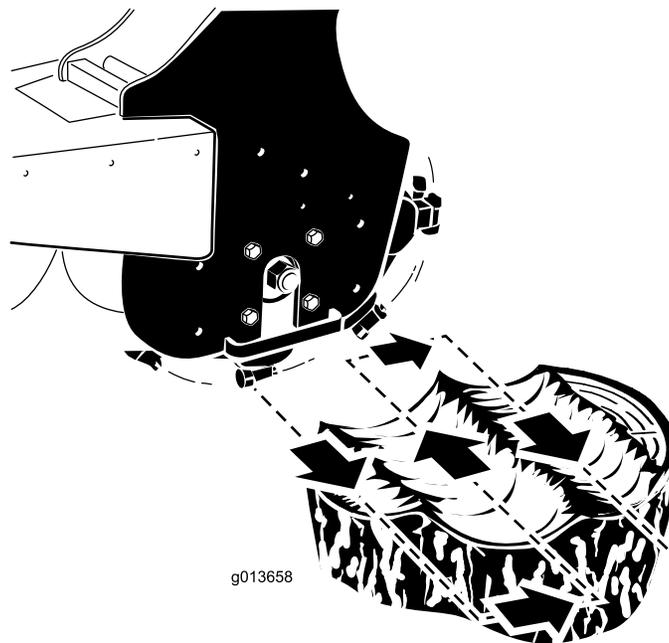

Figura 9
4. Posizionate il trinciaceppi a sinistra dietro il ceppo (Figura 9).
- Fate oscillare il trinciaceppi verso di voi con la leva d'inclinazione dell'accessorio, trinciando a una profondità compresa tra 0,5 e 5 cm, a seconda della durezza del legno (Figura 9).
- Fate oscillare la trinciatrice riportandola nella posizione iniziale (Figura 9), abbassatela di un'altezza compresa tra 0,5 e 5 cm e ripetete i passaggi da 4 a 6 fino a quando non avete trinciato alcuni centimetri di ceppo.
- Spostate la trinciatrice a destra (Figura 9).